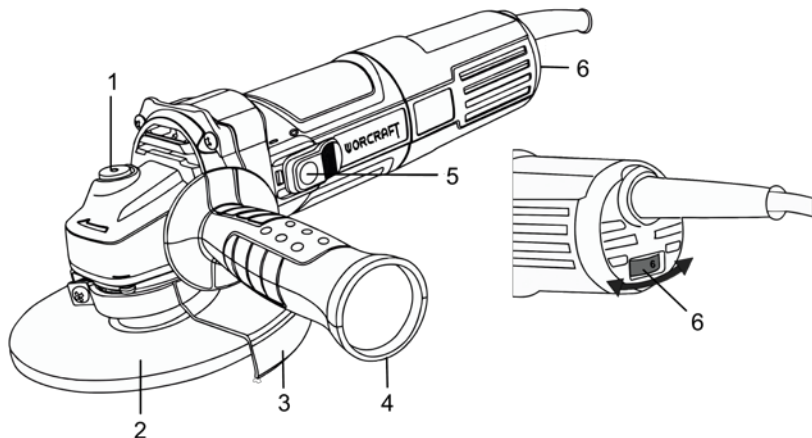
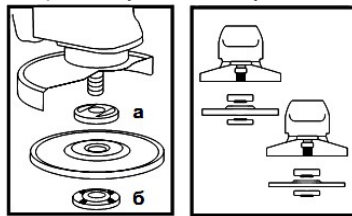

Рисунок 1
Рисунок 2
4.2 Міцно встановіть передню рукоятку (4, рисунок 1) у відповідний різьбовий отвір.
4.3 Встановіть захисний кожух (3, рисунок 1) у потрібне положення, залежно від виду роботи та диска, що використовується.
4.4 Встановіть на виріб шліфувальний або відрізний диск. Для цього натисніть на кнопку блокування шпинделя (1, рисунок 1) і проверніть його до такого положення, при якому він заблокується. За допомогою фланцевого ключа з комплекту постачання, відверніть і зніміть затиску гайку (б, рисунок 2). Встановіть шліфувальний диск на посадкове місце фланцевої шайби (а, рисунок 2), наживіть рукою затиску гайку на шпиндель і затягніть її ключем з комплекту постачання. Відпустіть кнопку блокування шпинделя і переконайтеся в тому, що вона вивільнена, шляхом дво- або триразового натискання. Проверніть диск і впевніться, що шпиндель розблокований. При встановленні диска з утопленим центром завжди розміщуйте його випуклою стороною до фланцевої шайби (дивіться рисунок 2).